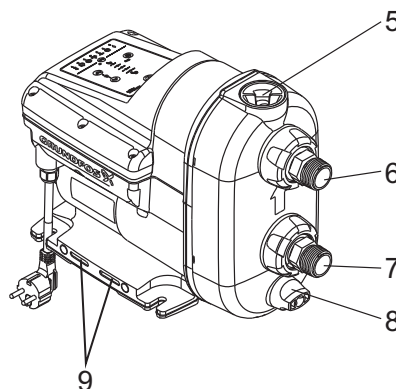

Рис. 19 Установка SCALA2
5. Медленно открутите и снимите пробку с заливочного отверстия. См. рис. 19 (поз. 5).
6. Снимите пробку сливного отверстия и опорожните SCALA2. См. рис. 19 (поз. 8).
7. Открутите накидную гайку, фиксирующую входное соединение. См. рис. 19 (поз. 7) и рис. 20. В зависимости от типа SCALA2 может потребоваться демонтировать всасывающие и напорные трубопроводы.
5. Медленно открутите и снимите пробку заливочного отверстия. См. рис. 19 (поз. 5). Пробка и обратный клапан выходного патрубка являются единым узлом.